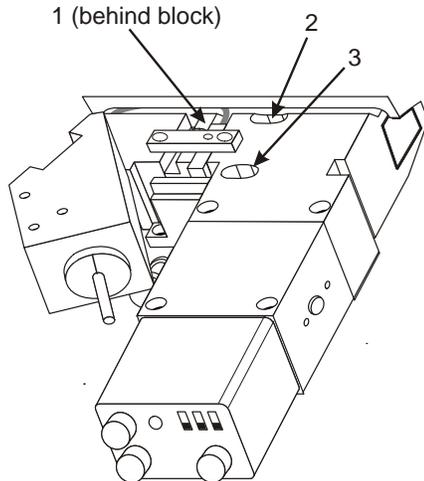

Figura 3
5. Afloje ligeramente los tres tornillos (3) de bloqueo en la parte superior del bloque de cámara. Estos tornillos están en los agujeros ranurados para permitir el movimiento bloque de cámara. Vea la Figura 3.
6. Gire el tornillo de ajuste en el lado derecho del bloque de cámara para desplazar la imagen hacia la izquierda o derecha. Utilice la herramienta de ajuste (D370029-01), o una llave de 9/64 "de extremo abierto, para ajustar el tornillo. El lugar se muestra en la Figura 3.